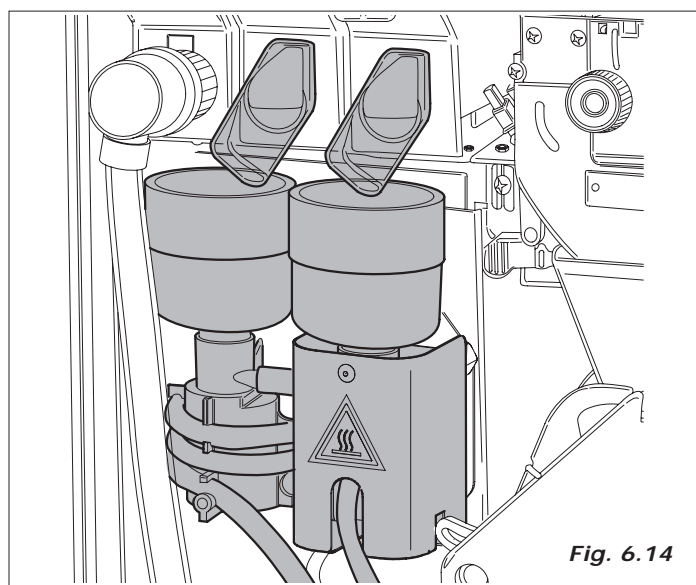

Fig. 6.14
- una vez efectuadas estas operaciones, conectar el conector resistencia a la placa de potencia y esperar aproximadamente diez minutos hasta que se establezcan las temperaturas de funcionamiento (Fig. 6.14).